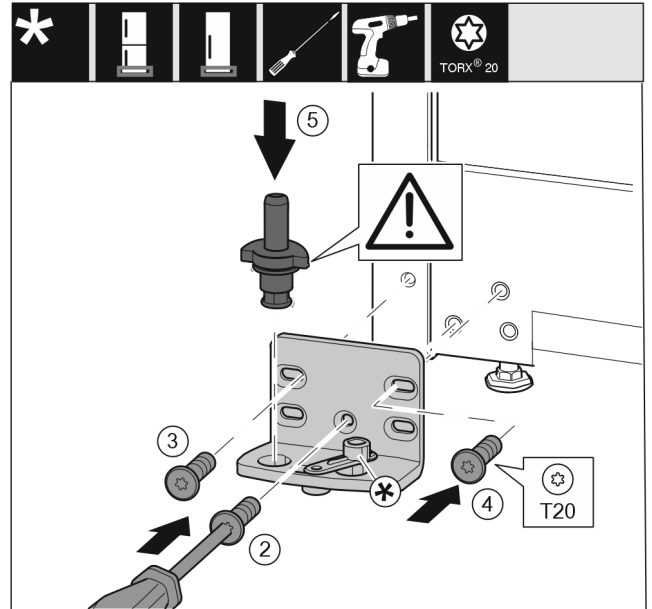

Fig. 22 *
- ▶ Placer le support de palier de l'autre côté et le visser avec un tournevis. Commencer par la vis Fig. 22 (2) en bas au milieu.*
- ▶ Serrer la vis Fig. 22 (3) et la vis Fig. 22 (4).*
- ▶ Insérer complètement l'axe de palier Fig. 22 (5). Veiller à ce que l'ergot soit orienté vers l'arrière.*
- ▶ Placer le support de palier de l'autre côté et le visser avec un tournevis. Commencer par la vis (2) en bas au milieu.*
- ▶ Serrer la vis (3) et la vis (4).*
- ▶ Insérer complètement l'axe de palier (5). Veiller à ce que l'ergot soit orienté vers l'arrière.*